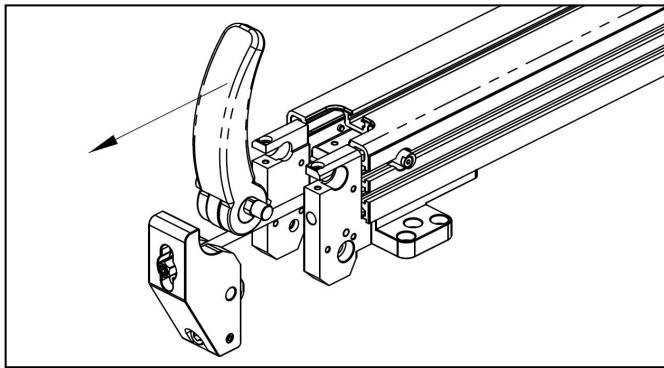

Abb. 9-8
(8) Entnehmen Sie die Griffeinheit, wie in Abbildung 9-8 dargestellt.